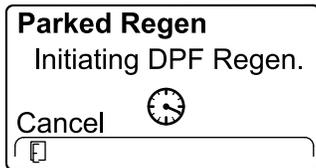

Figura 59
5. El InfoCenter muestra el mensaje INITIATING DPF REGEN (Iniciando regeneración de DPF) (Figura 59).